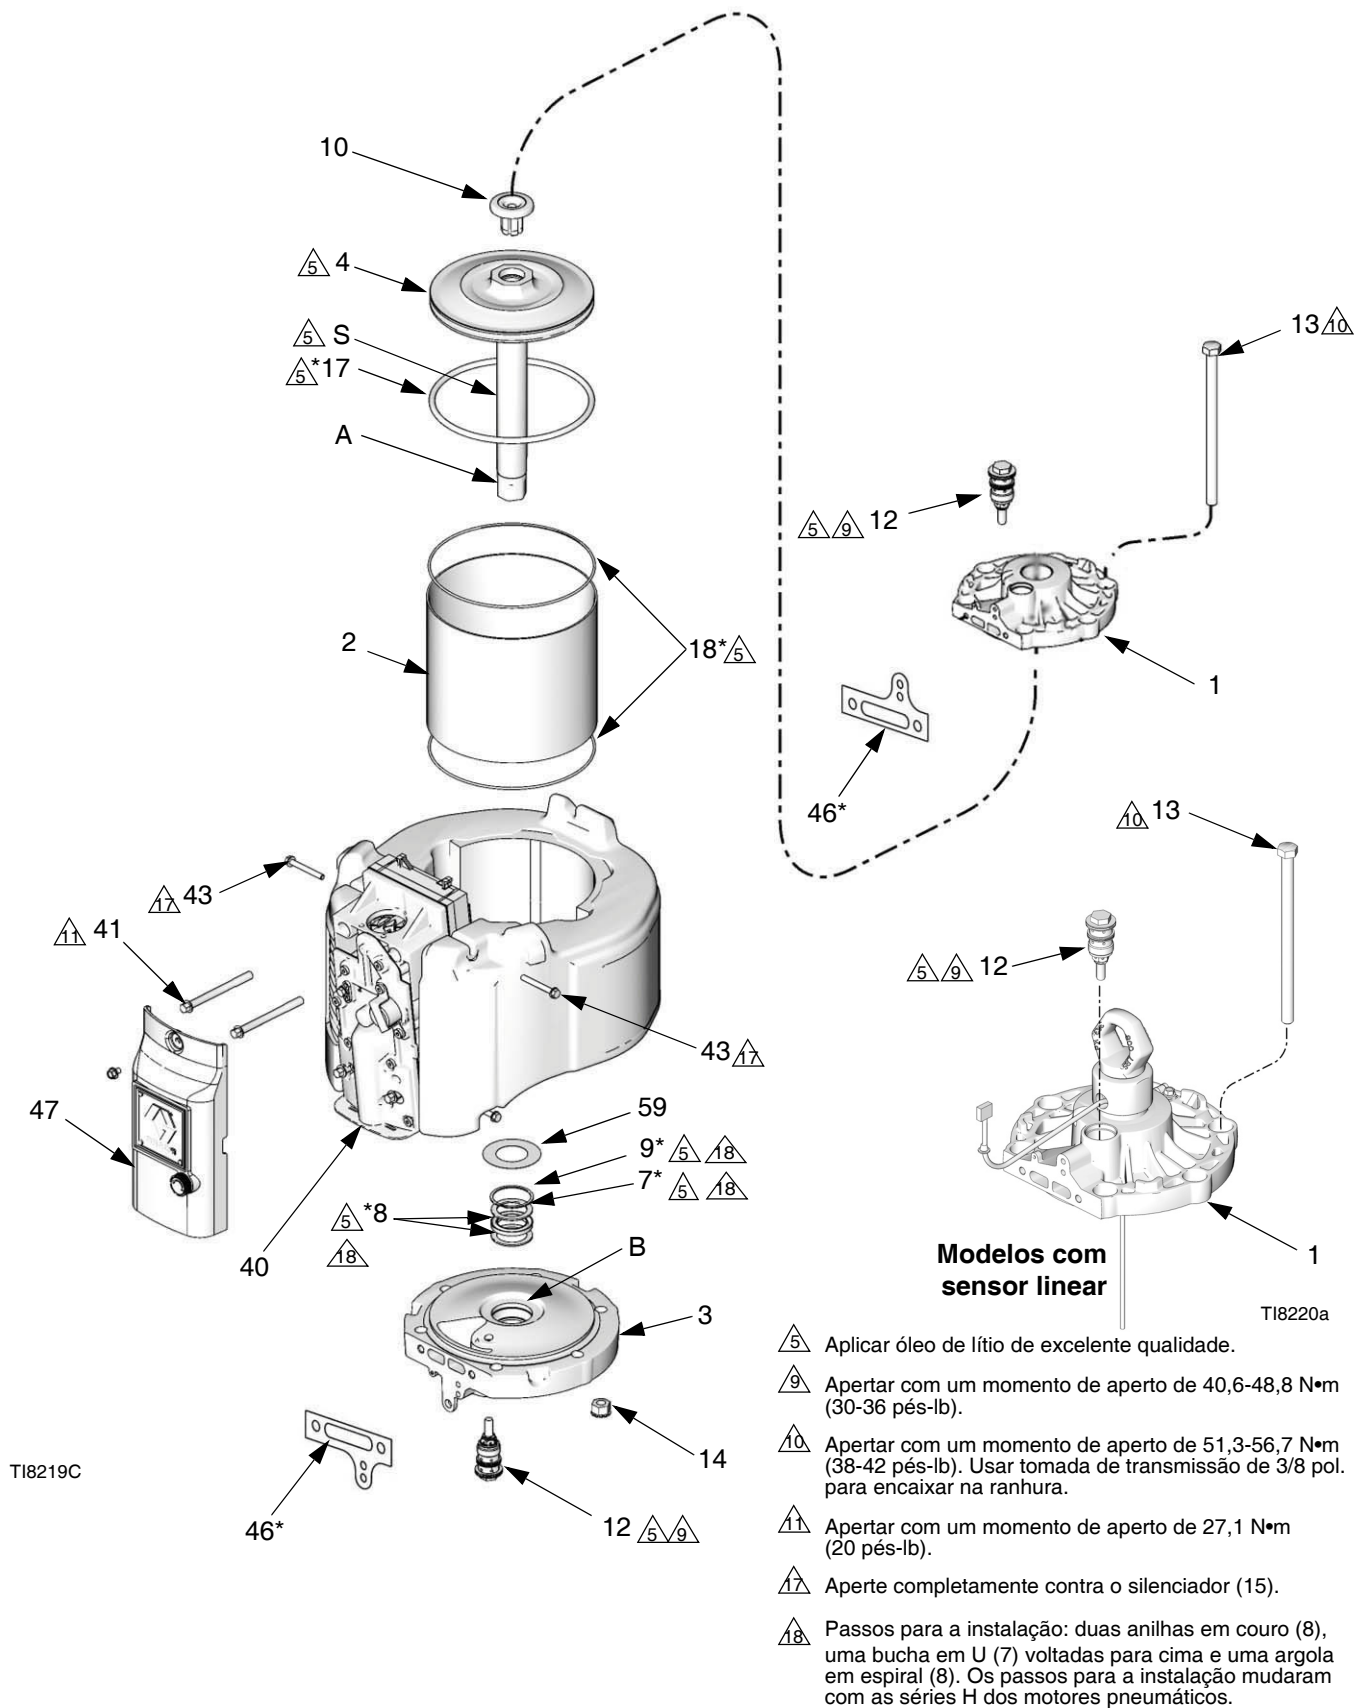

FIG. 12. Reparação do motor pneumático
5. Remover a cobertura exterior da válvula (47). Consulte FIG. 12.
6. Retire os 4 parafusos (43) e o silenciador (15).
7. Retire os 2 parafusos (41) da válvula pneumática superior. Solte, mas não retire os 2 parafusos (41) inferiores. Inclinar a válvula pneumática (40) para facilitar a desmontagem.
8. Retire os parafusos de assentamento (13). Utilizando um maço de borracha, bater na parte inferior da tampa superior (1) para separar. Levante a cobertura superior do motor.
9. Desligue o motor pneumático ao pistão de bombagem (consulte o manual da bomba em separado). Deixar o adaptador do êmbolo do pistão (A) no êmbolo (S).
10. Pressionar o pistão (4) para fora, pelo topo do cilindro (2).
11. Inspeccionar a anilha (17) do pistão. Verificar se há danos ou entalhes no pistão (4) e no respetivo êmbolo (S). O pistão de substituição (4) inclui o pistão, o êmbolo (S), o adaptador (A) e o amortecedor (10).
12. Retire o cilindro (2). Verificar se há danos ou entalhes na superfície interna. Substituir, se houver danos.
13. Remover o amortecedor (59), o anel retentor (9), os empanques de apoio (8) e os empanques em V (chevron) (7) da tampa inferior (3). Verificar se estas peças apresentam danos ou desgaste. Verificar o rolamento (B) no lugar (é aceitável um ligeiro entalhe). Se estiver danificado, substituir a tampa inferior (3).
1. Consulte FIG. 12. Instale 2 empanques de apoio (8*) e a seguir o empanque em v (7*) com as beiras voltadas para cima. Instale a seguir o anel retentor (9*) na cobertura inferior (3). Lubrificar os empanques. Instalar o amortecedor (59).